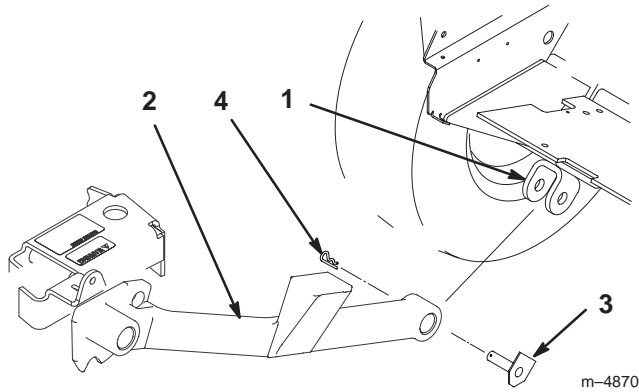

Figure 25
12. Enlevez les goupilles fendues et les ensembles axe de pivots qui fixent les bras de poussée aux étriers de pivot (Fig. 25).